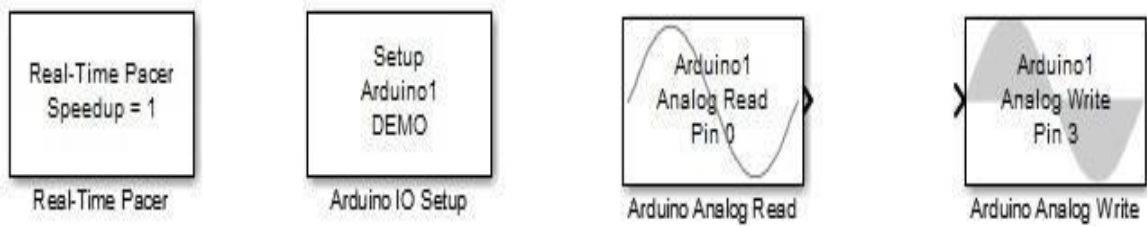

Figure 4 – Les Blocs d’ArduinoIO nécessaires pour la commande
- **Arduino IO Setup** : Pour configurer sur quel port la carte Arduino UNO est connectée. Pour cela il suffit de voir dans Gestionnaire des périphériques. Voir Figure 4.